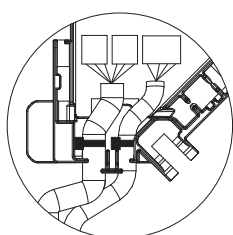

Fig. 5-16
- Sørg for at båndet som holder i-See-sensorens og signalmottakerens koblingsledninger befinner seg inne i koblingsboksen. (Fig. 5-16)